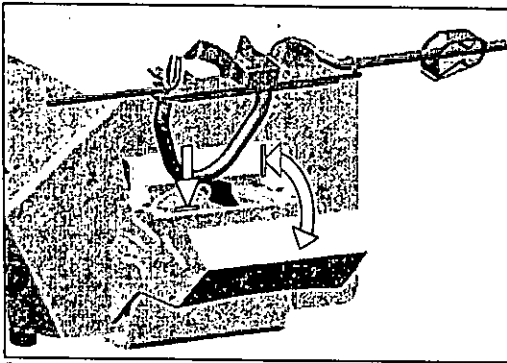

fig. 8
J. Instale la cajita de plástico en el cajón de la bomba peristáltica. Compruebe que la cajita esté enganchada correctamente. Cierre la tapa de la bomba, fig. 8. Si no puede cerrarse, abra el cajón de nuevo y compruebe que la cajita esté colocada correctamente.